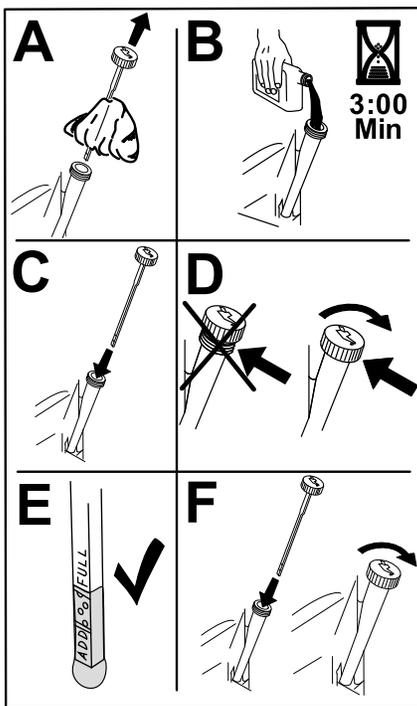

図 47
6. 所定量の 80% 程度のオイルをゆっくり入れ、そこから、残りの量を注意深く足してFULLマークまで入れる **図 47**。